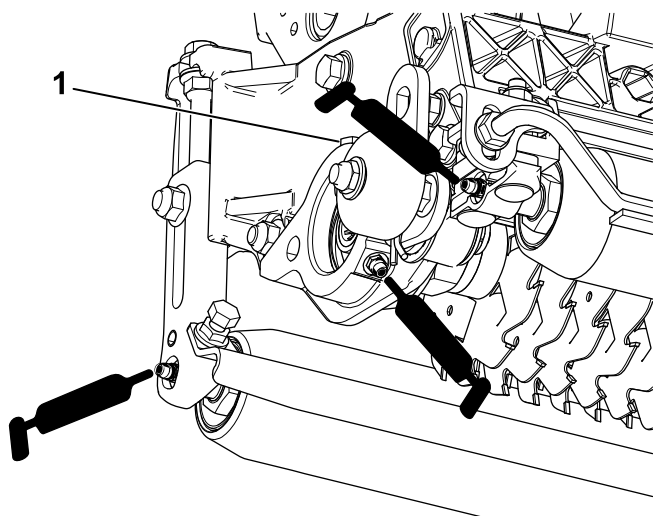

Figura 12
Instale o motor do cilindro e lubrifique a placa lateral até que saia lubrificante pela válvula de descarga (Figura 12).
Cada unidade de corte vertical possui 5 bocais de lubrificação (Figura 12) que deverão ser lubrificados semanalmente com massa lubrificante nº 2 para utilizações gerais, à base de lítio.
2. Aplique a lubrificação até que se veja lubrificante limpo a sair dos vedantes do rolo e da válvula de descarga do rolamento (Figura 12).